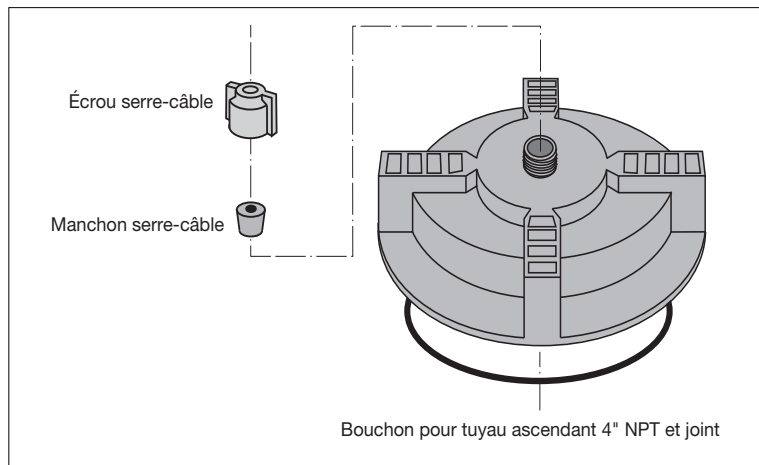
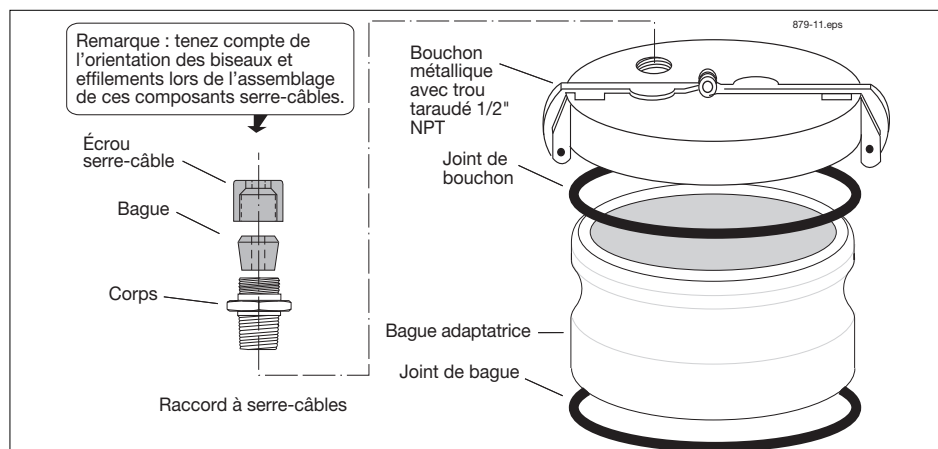
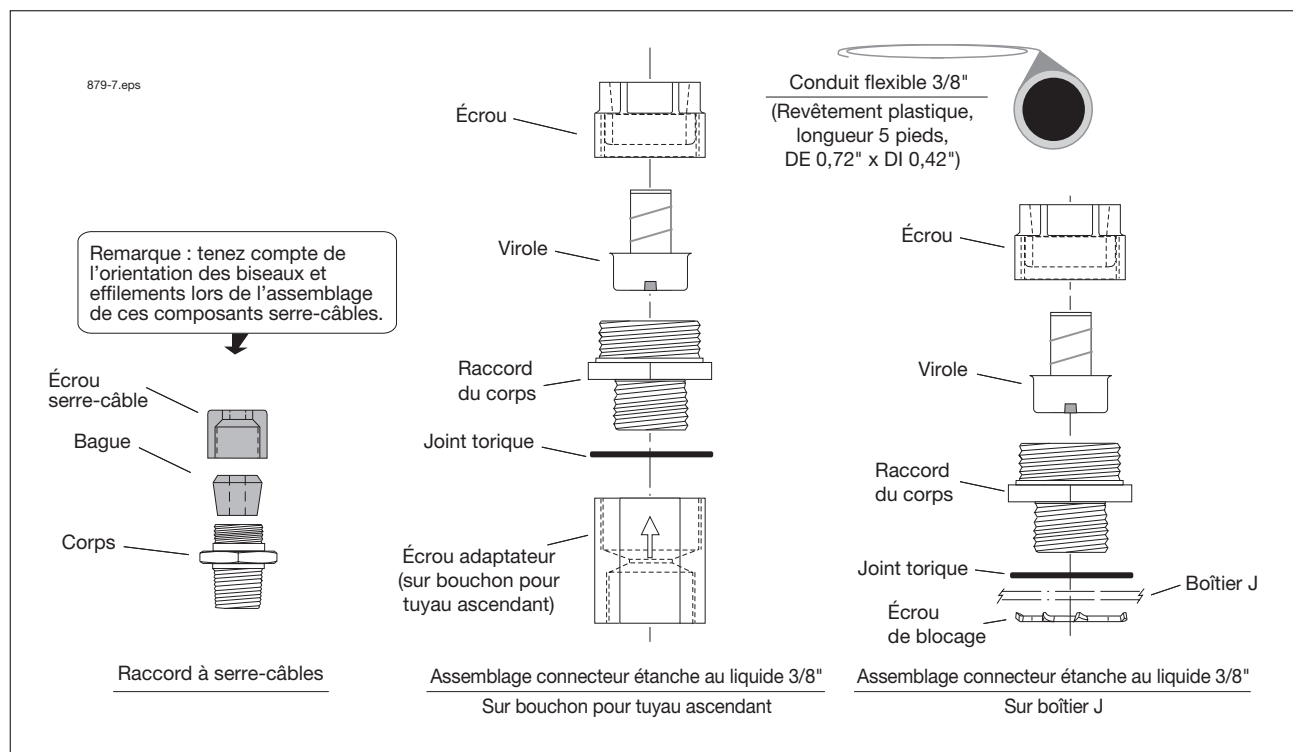

Figure 4. Kit de bouchon et de serre-câbles
Figure 5. Kit de bouchon métallique et bague
Figure 7. Kit d'installation AST
Ce kit de bouchon pour tuyau ascendant (Tableau 3) contient un bouchon non métallique à visser sur le tuyau ascendant 4" NPT (Figure 4). Le bouchon est fourni percé et taraudé avec un serre-câbles.
Ce kit de bouchon pour tuyau ascendant contient une bague adaptatrice à visser sur le tuyau ascendant 4" NPT et un bouchon métallique à ouverture rapide à serrer sur la bague (Tableau 4). Le bouchon est fourni percé et taraudé avec un serre-câbles (Figure 5).
Ce kit est recommandé pour l'installation de sondes Mag Plus dans une cuve de stockage en surface (AST). Ce kit contient une longueur de conduit flexible, des connecteurs, etc., pour faciliter l'accès à la sonde. Le contenu de kit est indiqué dans le Tableau 5 et illustré à la Figure 7.
1. Si vous utilisez le bouchon monobloc (voir Figure 4 à la page 8), poussez l'extrémité du câble de la sonde dans le manchon serre-câble et l'écrou sur le bouchon, en laissant un minimum de jeu entre la sonde et le bouchon. Vissez le bouchon sur le tuyau ascendant à la main jusqu'à ce que le joint touche le tuyau. Frappez ensuite délicatement sur le bouchon avec un marteau pour le resserrer de 3/4 de tour. Passez à l'étape 3.
Si vous installez le bouchon métallique et la bague adaptatrice (voir Figure 5 à la page 9), vissez la bague sur le tuyau ascendant 4" jusqu'à ce que le joint touche le tuyau, puis utilisez une clé dynamométrique fixée à une clé à sangle appropriée (outils K-D Specialty, clé pour filtre à huile à sangle en nylon ou équivalente) et serrez la bague entre 35 et 45 pieds-livres. Poussez le câble dans le bouchon métallique et le serre-câbles, puis serrez le bouchon sur la bague adaptatrice.
1. Si vous utilisez le bouchon monobloc (voir Figure 4), poussez l'extrémité du câble de la sonde dans le bouchon et le manchon serre-câble, en laissant un minimum de jeu entre la sonde et le bouchon. Jetez l'écrou serre-câble et fixez l'écrou adaptateur issu du kit AST sur le bouchon (voir Figure 7). Serrez l'écrou adaptateur jusqu'à ce que le câble soit maintenu fermement. Passez à l'étape 3.
2. Si vous installez le bouchon métallique et la bague (voir Figure 5), vissez la bague sur le tuyau ascendant 4" jusqu'à ce que le joint touche le tuyau, puis utilisez une clé pour tuyau pour la resserrer de 3/4 de tour. Utilisez du produit d'étanchéité pour tuyau homologué UL (adapté aux carburants utilisés), et vissez le raccord à serre-câbles dans l'orifice fileté, puis serrez. Placez le manchon serre-câble dans le raccord. Jetez l'écrou serre-câble et vissez légèrement l'écrou adaptateur issu du kit AST sur le raccord à serre-câbles (voir Figure 7). Poussez le câble dans le bouchon métallique, la bague et l'écrou adaptateur, puis serrez le bouchon sur la bague. Veillez à ce qu'il y ait un minimum de jeu entre la sonde et le bouchon, puis serrez l'écrou adaptateur jusqu'à ce que le câble soit maintenu fermement.
3. Assemblez ensuite les connecteurs étanches à l'eau aux deux extrémités du conduit flexible comme illustré à la Figure 7. Poussez le câble dans l'assemblage de conduit flexible et dans le boîtier J. Raccordez l'assemblage de conduit flexible à l'écrou adaptateur d'un côté et au boîtier J de l'autre.